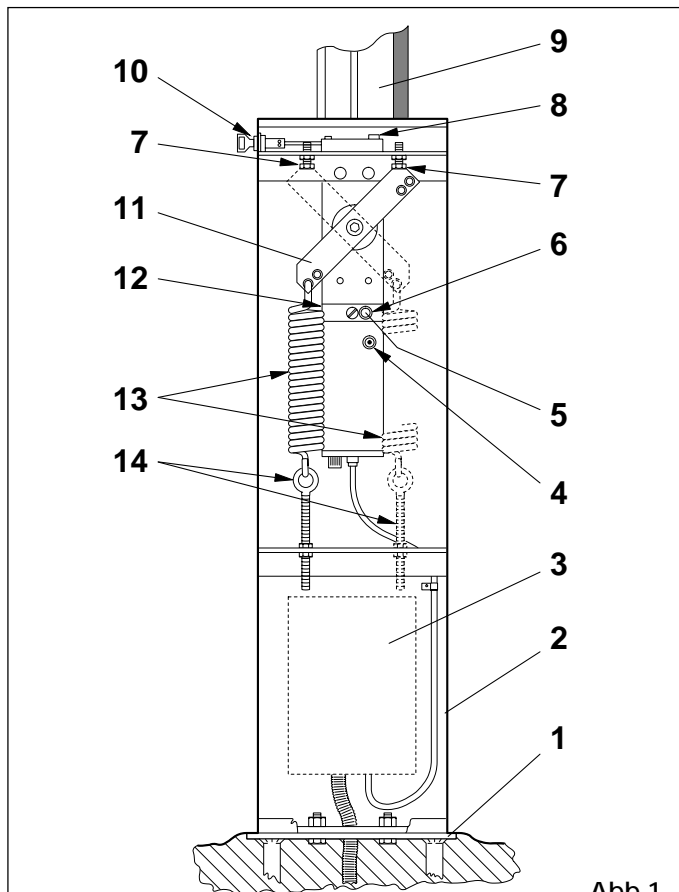

Abb. 1
- Insérer la clé triangulaire standard (fig.1) ou personnalisée (fig.2) dans la serrure et la tourner d'un tour dans le sens inverse aux aiguilles d'une montre.